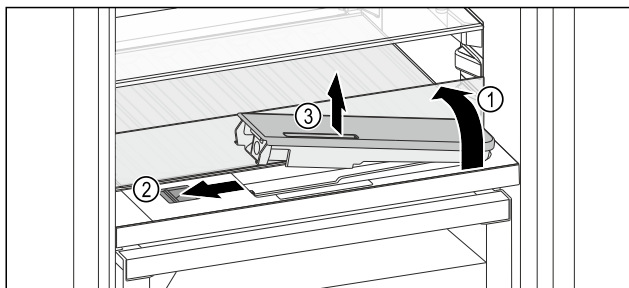

Fig. 230
- ▶ Поднять стеклянную панель и откинуть до упора назад Fig. 230 (1).
- ▶ Сдвиньте ползунок Fig. 230 (2) влево.
- ▶ Вынуть бак для воды Fig. 230 (3).